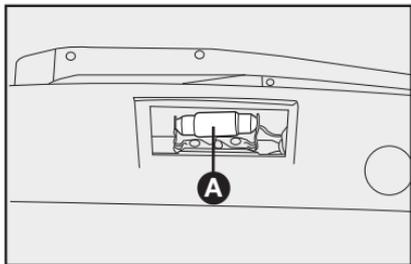

fig. 60
2) quitar la lámpara **A-fig. 60** de su alojamiento y sustituirla.